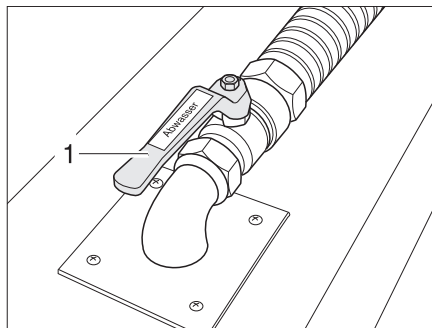

Fig. 342 Grifo para la eliminación de aguas residuales
El grifo para la eliminación de aguas residuales (Fig. 342,1) está en el doble fondo.
- Abrir el grifo para la eliminación de aguas residuales (Fig. 342,1). Se vacía las aguas residuales.